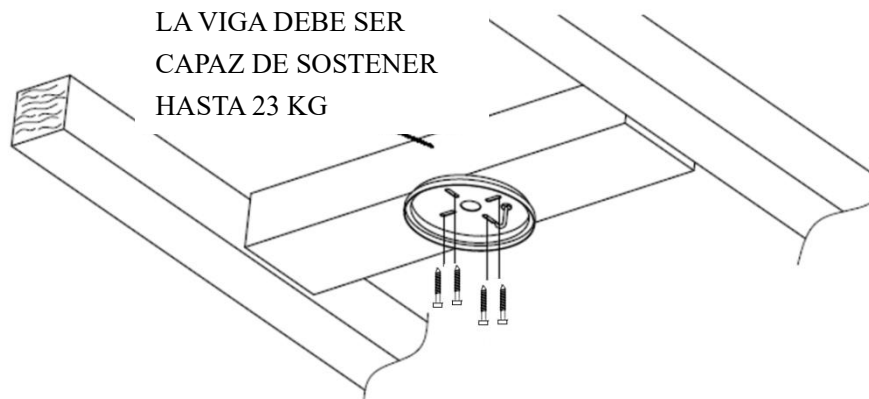

Fig. 2
- Instale el soporte colgante en la vigueta del techo o en una estructura capaz de soportar una carga de al menos 23 kg, con los 4 tornillos largos suministrados. Asegúrese de que al menos 30 mm del tornillo queden roscados en el soporte. (Fig. 2)